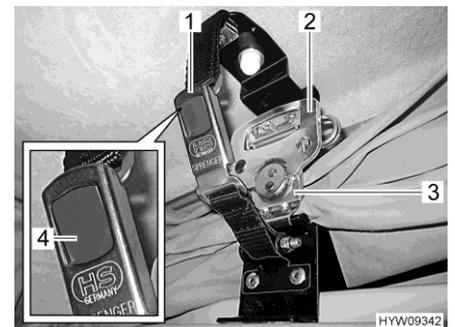

Bild 49 Verriegelung (Aufstelldach)
- Auf beiden Seiten Schnappschloss (Bild 49,1) öffnen. Dazu grauen Druckknopf (Bild 49,4) drücken.
- Jeweils Griff (Bild 49,2) des Schnellspannschlusses (Bild 49,3) ausklappen und eine halbe Umdrehung entgegen dem Uhrzeigersinn drehen. Die Verriegelung ist damit gelöst.